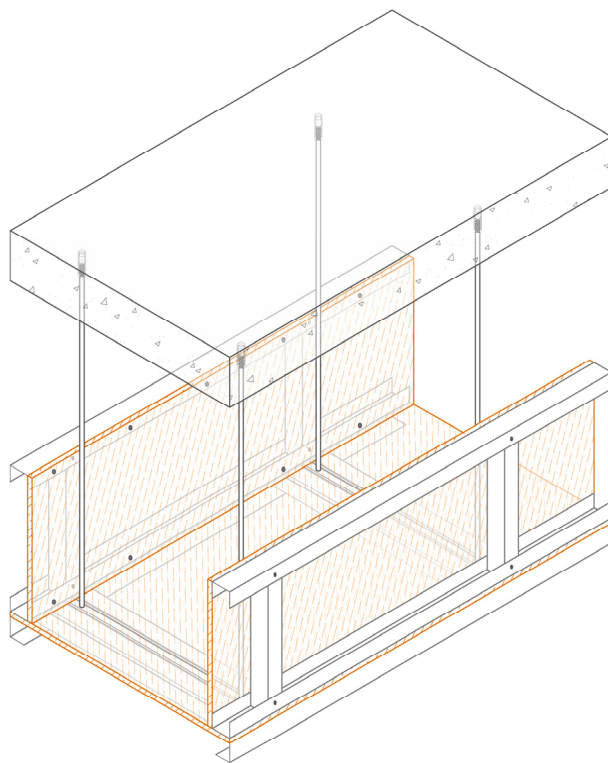

Рис. 8
4. Установить собранные заготовки панелей Техстронг С – боковых стенок ОКК в проектное положение с опиранием на днище короба. Крепление заготовки происходит через нижний направляющий профиль к днищу короба при помощи саморезов по металлу с потайной головкой для ГКЛ (рис.8).